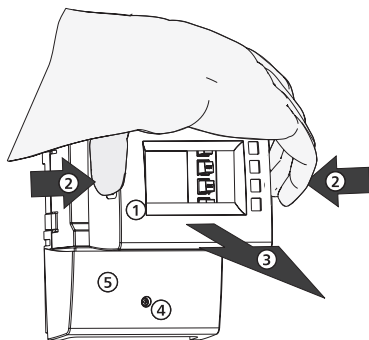

Fig. 1: Rimozione del pannello frontale
- Afferrare il pannello frontale ① alle scanalature laterali ② e tirare in avanti ③ (fig. 1).
1. Allentare la vite ④ (Fig. 1).
2. Togliere la calotta coprimorsetti ⑤.